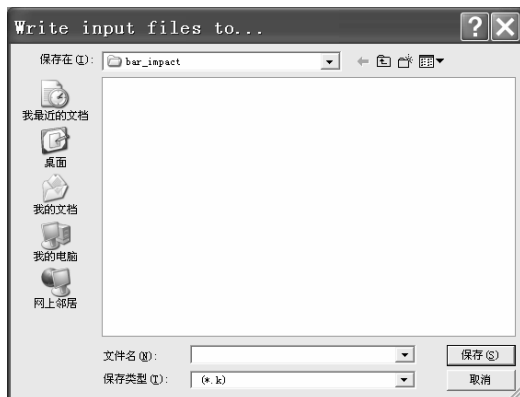

图 1-48 “Write input files to...”窗口
(2) 在“Input files to be Written for LS-DYNA”窗口中“Write results files for...”后面的方框中选择“LS-DYNA”，再单击“Write input files to...”后面的“Browse...”按钮，弹出“Write input files to...”窗口（见图 1-48）。